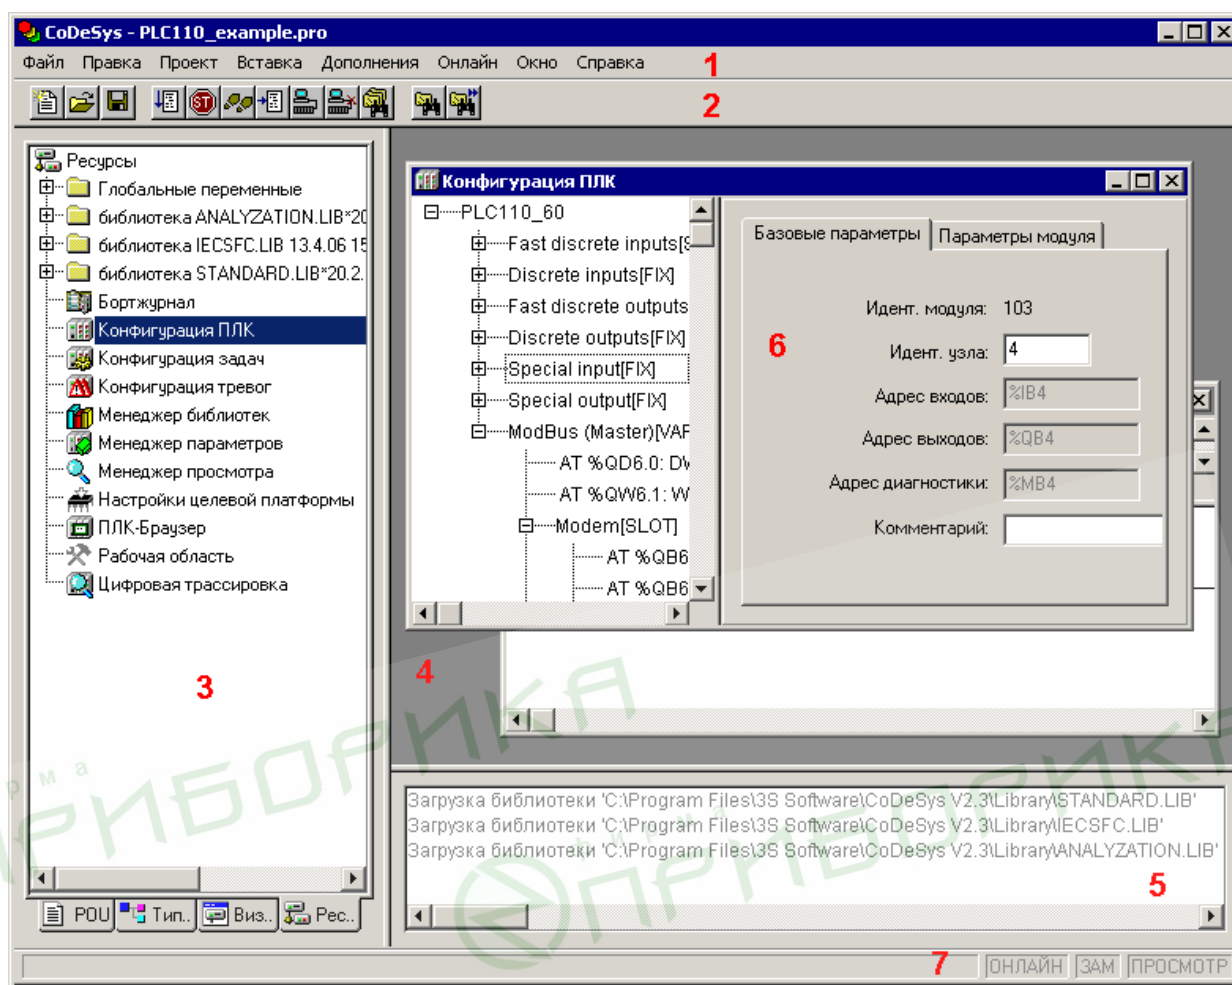

Рисунок 3.3 – Главное окно ПО CoDeSys
После запуска ПО CoDeSys открывается Главное окно программы (см. рисунок 3.3).
- 2) В открывшемся главном окне ПО CoDeSys (рисунок 3.3) – вызвать команду «Файл | Новый (File | New)» главного меню или нажать кнопку «Новый (New)» (📄) панели инструментов.